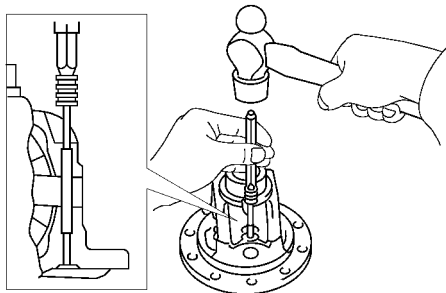

图 14-153 用锤子和冲子安装直销
4) 使用锤子和冲子安装穿过差速器壳和小齿轮轴上的孔的直销, 如图 14-153 所示。